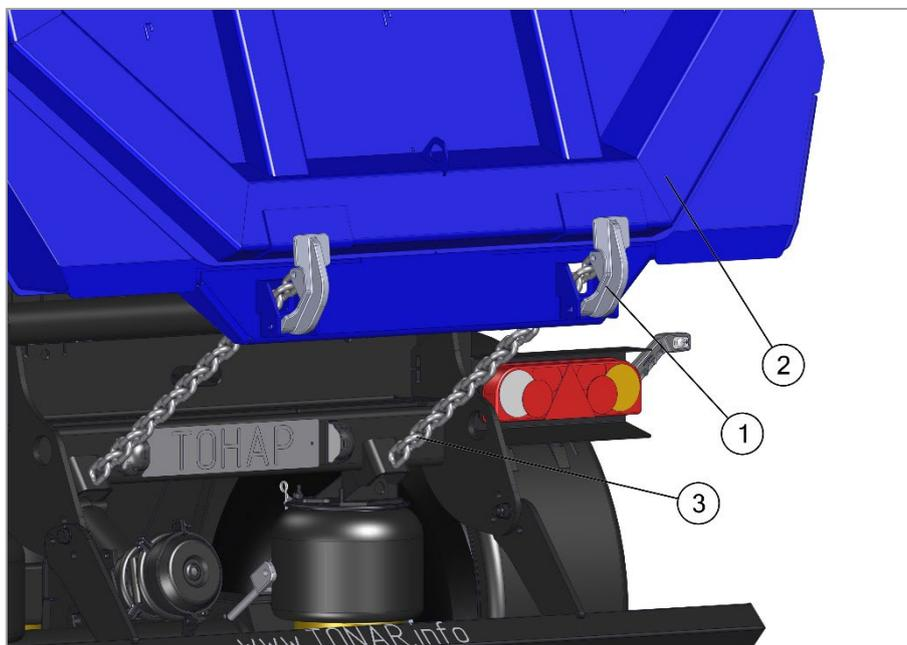

Рис. 60. Механизм заперения борта
Механизм заперения борта механического типа автоматического действия (Рис. 60) выполнен как два идентичных механизма, расположенных с правой и левой сторон рамы прицепа. Состоит из цепи (3) и фиксаторов (1).